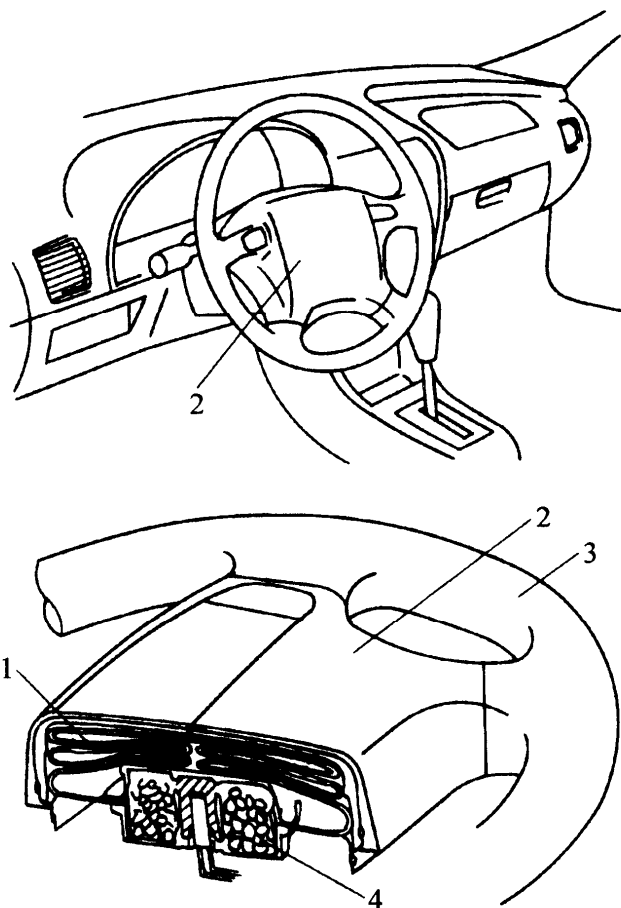

图 10-38 转向盘及驾驶员安全气囊模块的检查
(1) 转向柱和轴接头。检查转向柱的长度、损坏及弯曲情况。
(2) 检查转向柱支架损坏及弯曲情况，如有必要应更换。
(3) 检查转向盘和驾驶员安全气囊模块损坏情况及配合情况，见图 10-38，检查装饰盖板是否破裂，检查电路线束和连接器是否损坏及其松紧程度。若上述检查发现任何异常，应更换受损零部件。